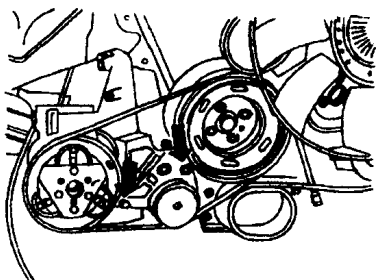

图 1-12
(12) 拧下空调压缩机多楔带张紧器的固定螺栓, 拆下空调压缩机多楔带。如图 1-12 所示。
(1) 拆卸：拆卸多楔带前，须用粉笔标出旋转方向。如果旧皮带沿错误方向旋转，可能导致皮带断裂。安装时，应确保皮带正确坐落在皮带轮槽内。
①按本节“一”中的步骤将发动机从汽车上拆卸下来。
②松开空调压缩机多楔带张紧轮紧固螺栓（见图 1-12 箭头所示），松开皮带并拆下。